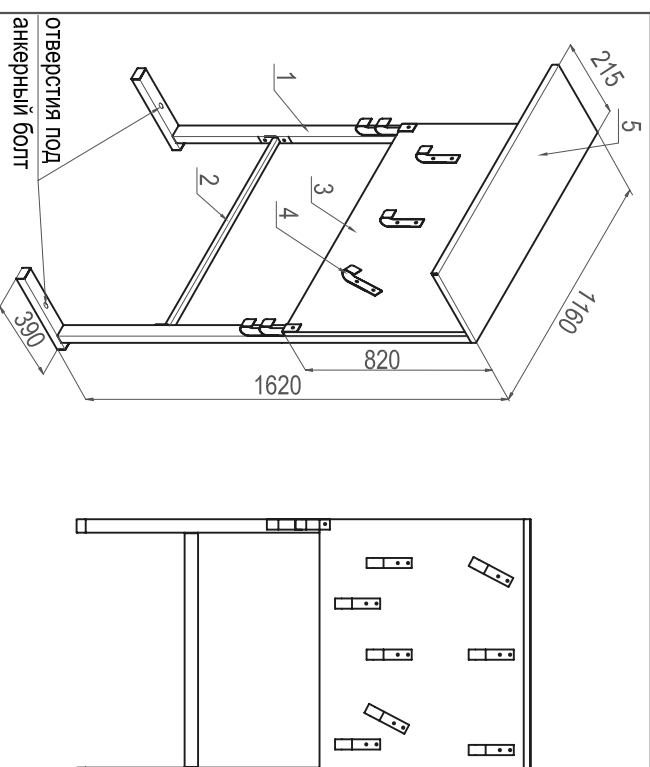

Рис.1
Конструкция и основные размеры щита представлены на рис. 1.
- 4.3. Собрать щит как показано на рис. 1.